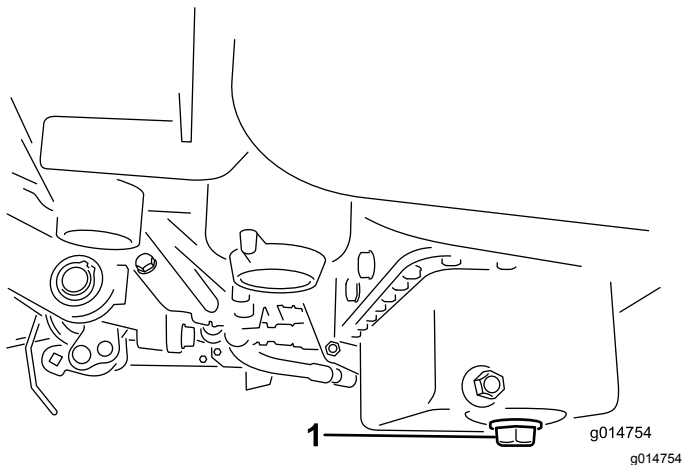

Figure 46
1. Retirez le bouchon de vidange et laissez couler l'huile dans un bac de vidange. Remettez le bouchon quand la vidange est terminée (Figure 46).